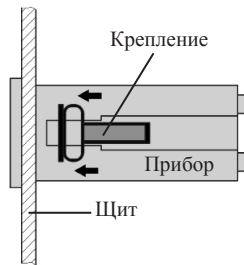

Рис. 3 – Установка прибора
3. Закрепите прибор в щите с помощью креплений (входят в комплектацию прибора) таким образом, чтобы щит оказался между передней панелью и креплением, см. рис. 3.